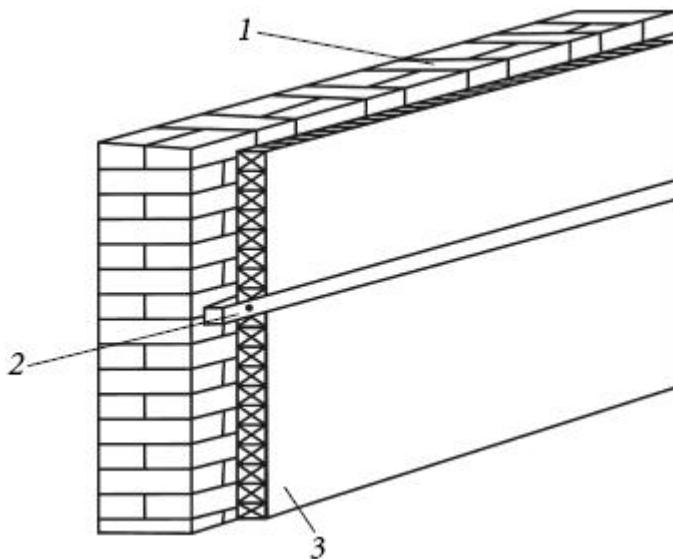

Рис. 8. Внутренняя теплоизоляция каменных стен плитным материалом: 1) кирпичная кладка; 2) деревянные рейки; 3) плиты утеплителя
- На укрепленные деревянные или пластиковые дюбели горизонтально устанавливают деревянные рейки толщиной, равной толщине плит утеплителя (рис. 8). Расстояние между рейками определяется размером теплоизоляционных плит. Рейки необходимо предварительно обработать антисептиком (раствор медного или железного купороса, кремнефтористого натрия и т. д.). Если взять более толстые, чем утеплитель, рейки, получится дополнительная теплоизоляция в виде воздушной прослойки.